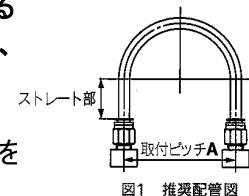

図1 推奨配管図
#### (1) ワンタッチ管継手に配管する際は図1の推奨配管条件にて、チューブ長さに余裕を持った配管をお願い致します。